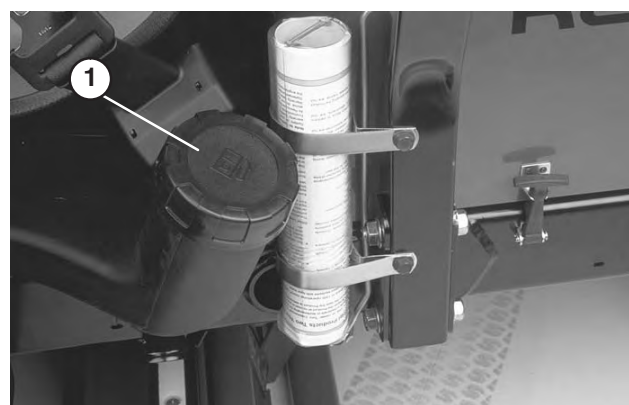

Figure 27
1. Nettoyez la surface autour du bouchon du réservoir de carburant (Fig. 27).